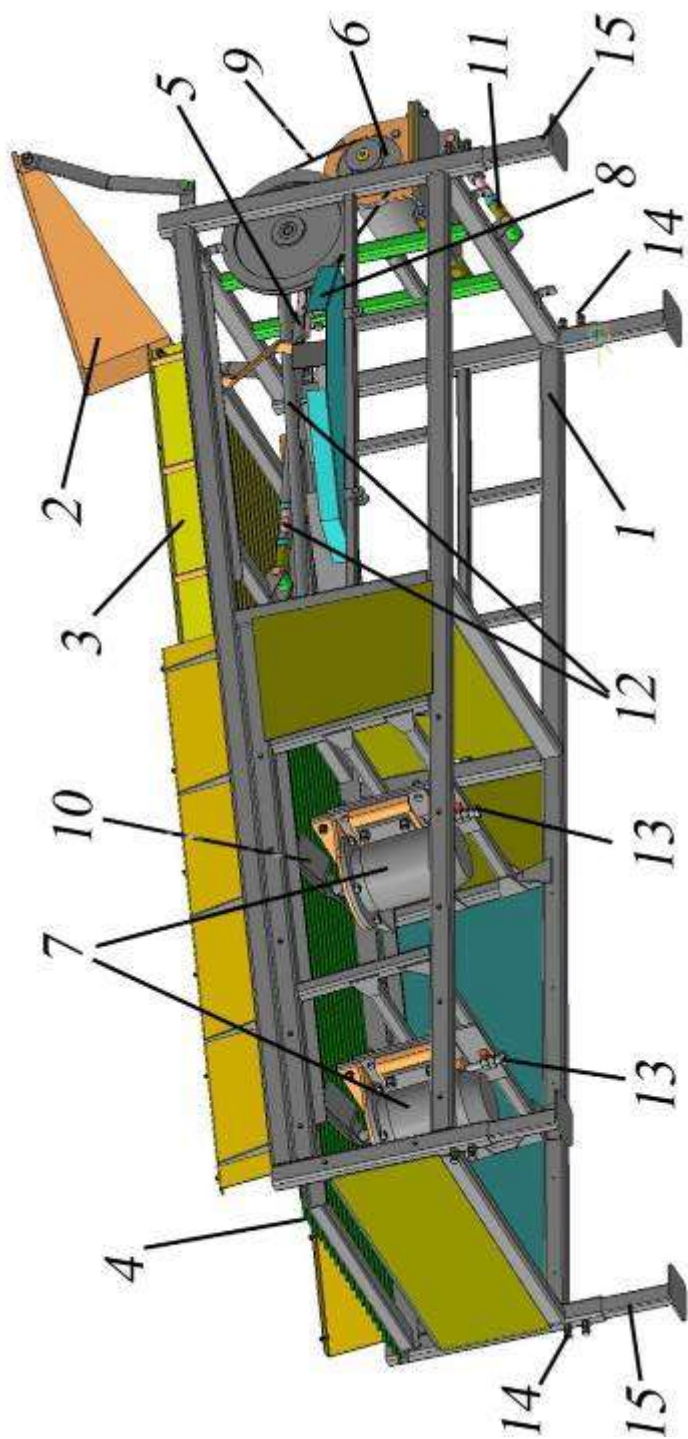

Рисунок 1 – Общий
3.1 Машина для обрезки лука состоит из следующих основных узлов (рисунок 1): рамы 1, приёмного лотка 2 и лотка для отходов 8, сита верхнего 3, сита нижнего 4, кривошипно-шатунного механизма 5 привода сит, электродвигателя 6 привода КШМ и двух электродвигателей 7 привода лопастных ножей-обрезчиков.